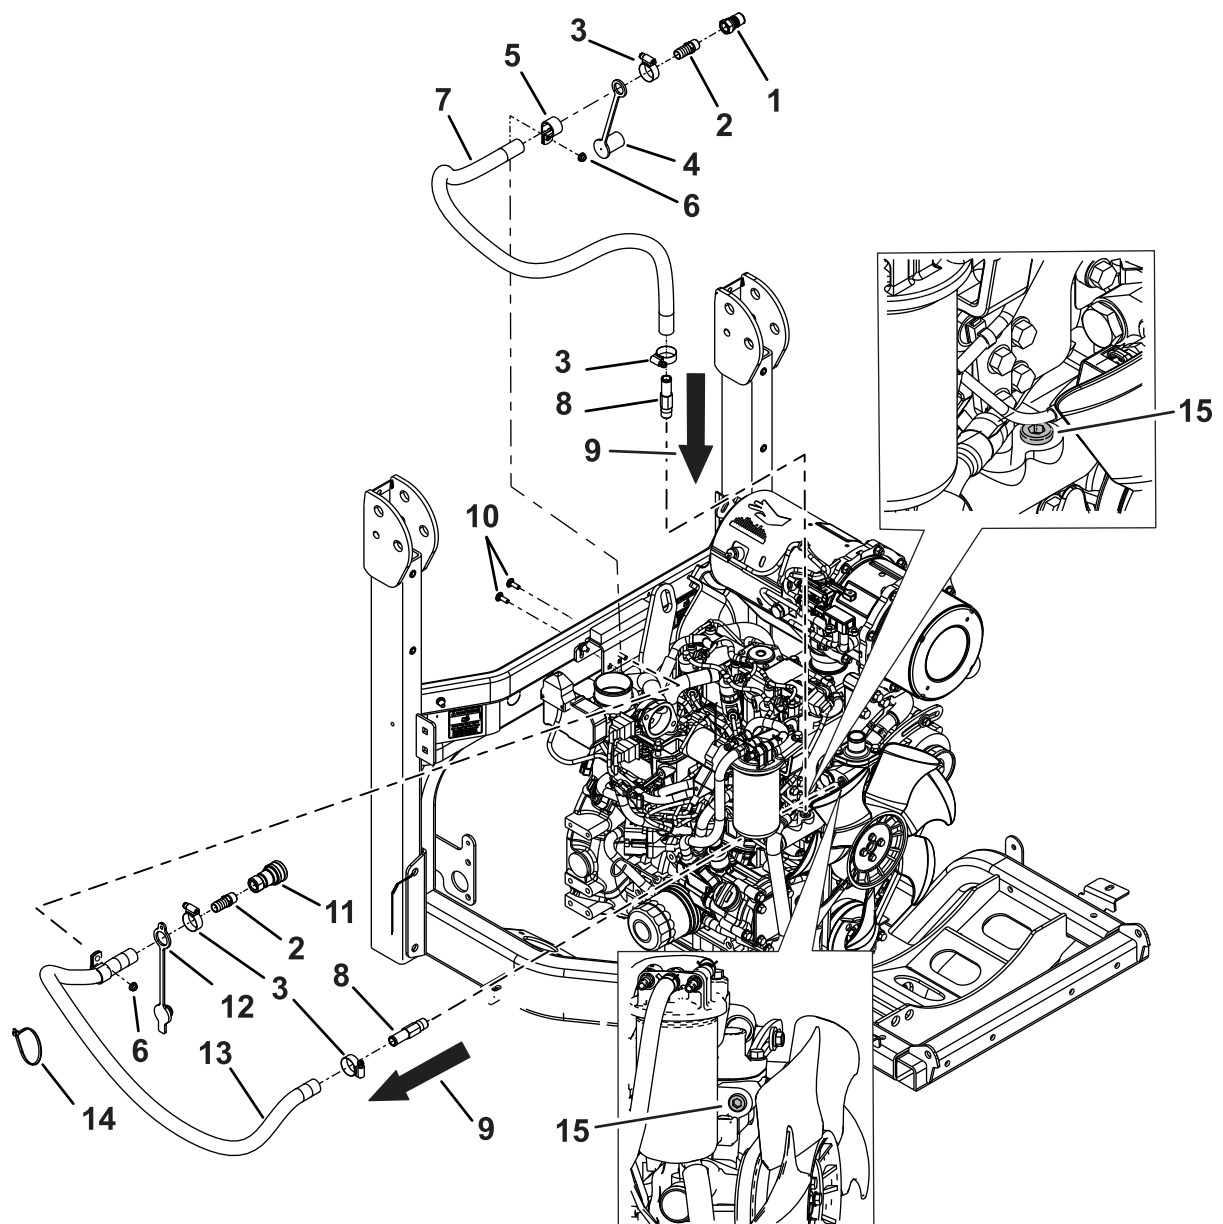
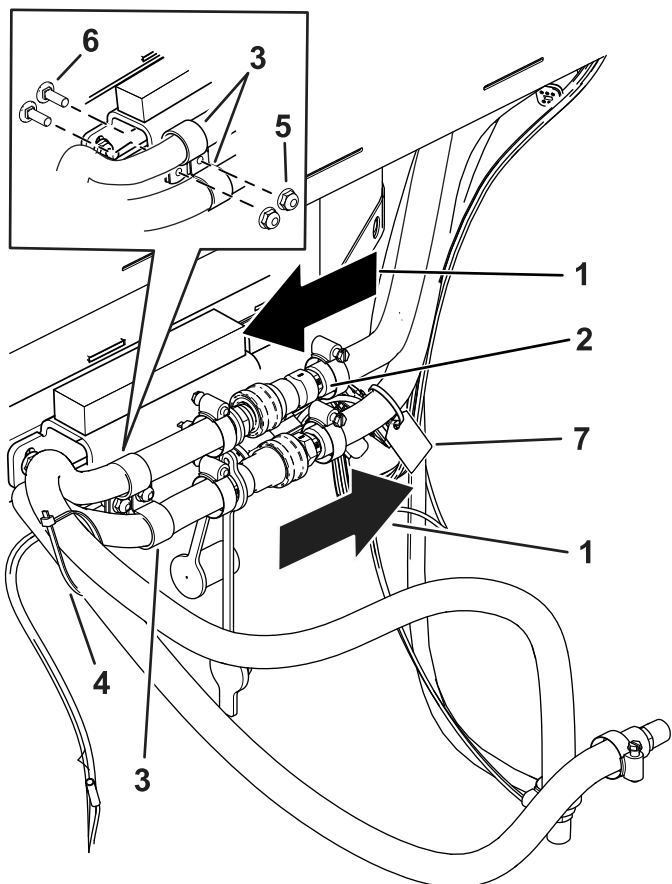

Figure 24
Figure 25
9. Localisez et retirez les bouchons du moteur montrés à la Figure 24.
3. Glissez les bouchons protecteurs mâle et femelle sur l'extrémité cannelé des assemblages (Figure 24).
4. Vissez les raccords droits ($\frac{3}{8}$ NPT x $\frac{5}{8}$ cannelé) dans les coupleurs mâle et femelle (Figure 24).
6. Insérez l'extrémité cannelée des assemblages dans les flexibles et fixez-les avec les colliers (Figure 24).
14. Enfilez les flexibles sur les extrémités cannelées des raccords du moteur et fixez-les avec les colliers (Figure 24).
15. Installez les colliers en R sur les flexibles (Figure 24).
16. Fixez les flexibles au dos de la cabine avec 2 boulons de carrosserie et 2 écrous (Figure 24 et Figure 25).
17. Attachez les flexibles à l'écart des pièces mobiles et des surfaces chaudes avec des attache-câbles (Figure 25).